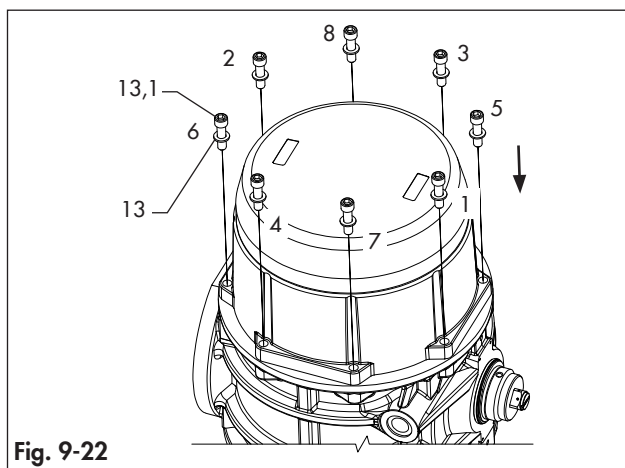

Fig. 9-22
- Fixe a tampa da extremidade (30) apertando parcialmente os parafusos da tampa (13) 1 volta de cada vez seguindo a seqüência indicada na Fig. 9-22.
- ➔ Observe a seqüência especificada mostrada na Fig. 9-22.
- Complete o aperto dos parafusos da tampa da extremidade (13) apertando 1 volta de cada vez para cada parafuso na seqüência mostrada na Fig. 9-22.